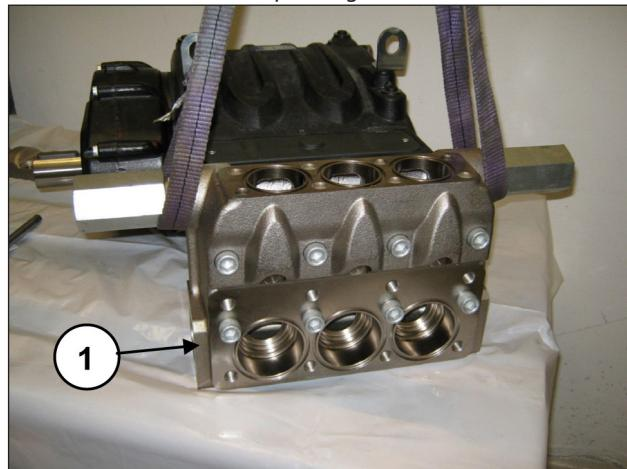
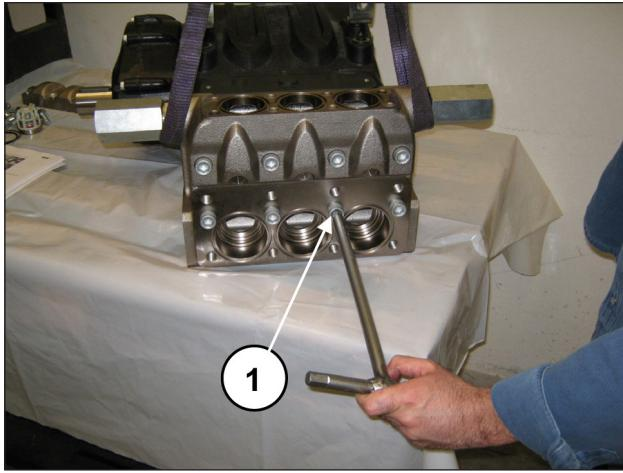

Fig. 164
Fig. 165
Monter la tête hydraulique sur le carter de pompe (rep. ①, Fig. 164) en prenant garde de ne pas heurter les pistons et visser les 8 vis M16x150 (rep. ①, Fig. 165).